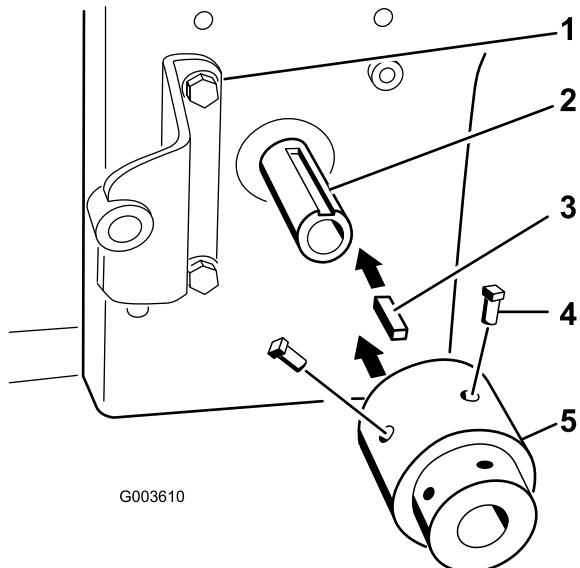

Figura 20
6. Instale la chaveta cuadrada ($\frac{1}{4}$ " x 1") en la ranura del eje de la TDF del motor (Figura 20).
7. Alinee el conjunto del cubo con la chaveta cuadrada e instálelo en el eje de la TDF (toma de fuerza) del motor (Figura 20).
8. Aplique un fijador de roscas no permanente a los 2 tornillos de fijación (5/16" x $\frac{3}{4}$ ") e instálelos en el conjunto del cubo para fijarlo al eje de la TDF (Figura 20).